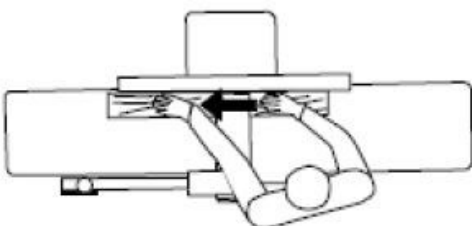

Abb. 7-22: Richtige Arbeitsposition
- Nach dem Schnitt liegt die neue Oberfläche fest auf dem Auslauftisch auf. Die linke Hand wird auf die Auslaufseite verlagert (Abbildung 7-22) und drückt auf diesen Teil des Werkstücks, wobei sie gleichzeitig einen flachen Kontakt mit dem Anschlag beibehält.